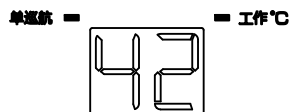

图26
1. 单巡航模式：首先设置好预热巡航的保温温度（参考预热巡航保温温度设置）。设置完成后，用户需按“”键至单巡航指示灯闪亮（如图26），系统便会根据用户当前设定的保温温度与循环管内水温变化情况适时启动水泵并点火加热，当循环管内水温达到保温温度时，热水器停止加热，保温预热结束，单巡航指示灯由高亮变为不亮。